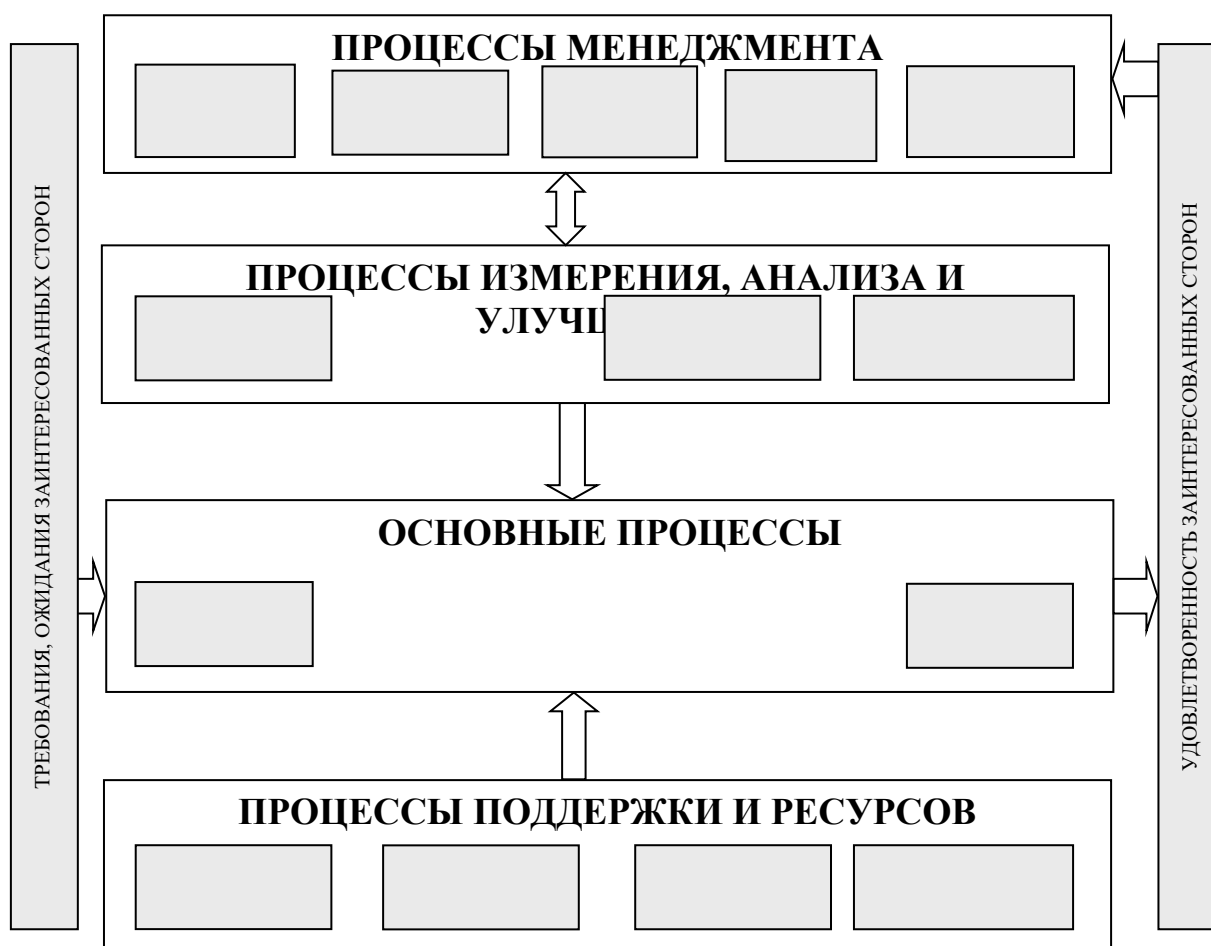

Рисунок 9.1 - Графическая модель карты процессов СУПБ
2. Выбрать из таблицы 8.1 Матрица процессов и подпроцессов разделов Постановлению Правительства РФ № 1243 от 17.08. 2020 г. в задании 8 необходимые подпроцессы и заполнить графическую модель карты процессов ОЗБТ (Рисунок 9.1).
3. Оформить отчет о выполнении практического задания в соответствии с требованиями к оформлению практических заданий (отчет включает титульный лист и заполненную графическую модель карты процессов СУПБ (Рисунок 9.1)) и защитить его у преподавателя.
Ожидаемый результат – Заполненная графическая модель карты процессов СУПБ (Рисунок 9.1) практического задания.